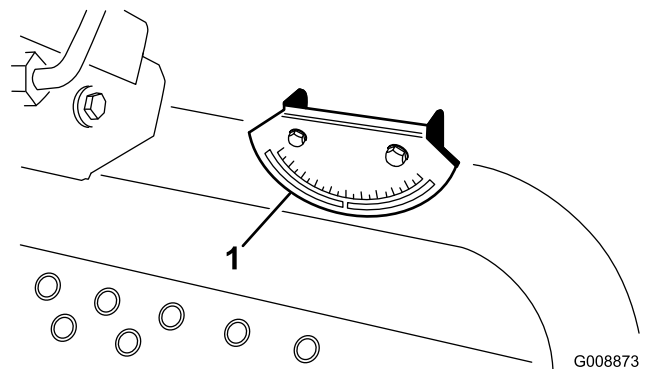

Figure 5
2. Vérifiez que la machine est de niveau en plaçant un inclinomètre à main (fourni avec la machine) sur la traverse du cadre près du réservoir de carburant (Figure 5). L'inclinomètre doit indiquer zéro degré vu de la position de conduite.